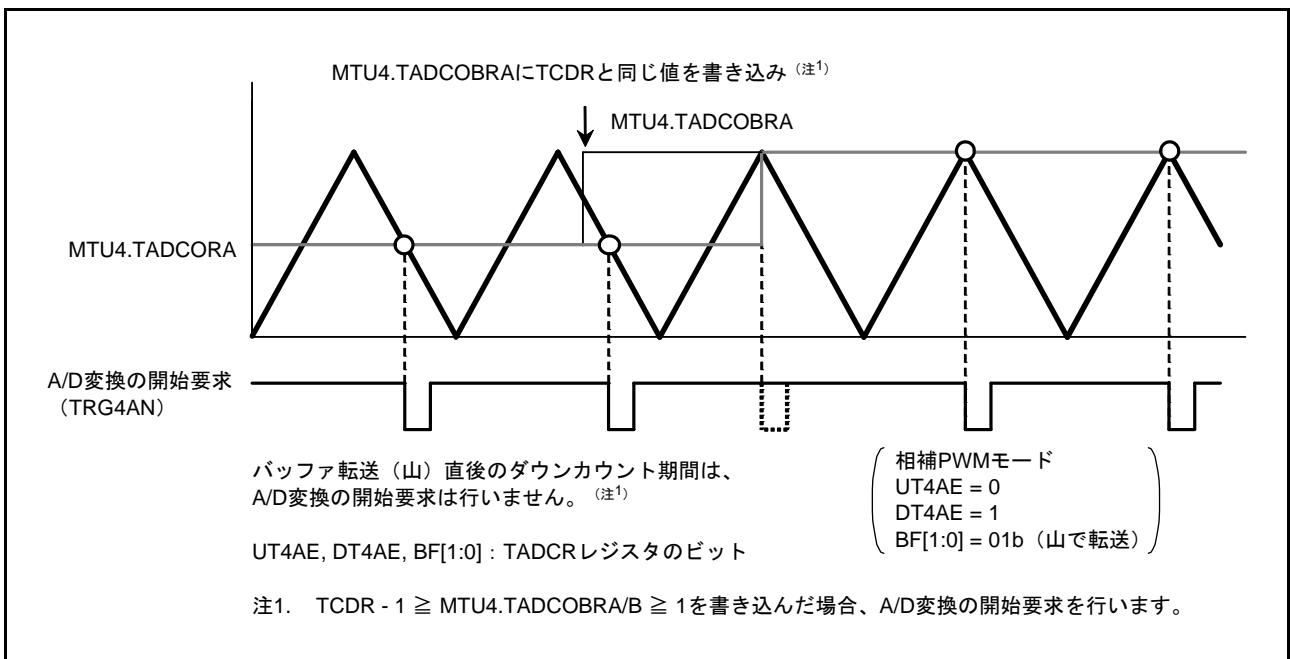

図 22.126 MTU4.TADCOBRA に TCDR と同じ値を書き込んだときの A/D 変換の開始要求
- MTU4.TADCOBRA, MTU4.TADCOBRB レジスタに TCDR レジスタと同じ値、かつ、MTU4.TADCR レジスタの DT4AE, DT4BE ビットに“1”を設定して、MTU4.TCNT カウンタの山でバッファ転送したとき、転送直後のダウンカウント期間については A/D 変換の開始要求を行いません (図 22.126)。